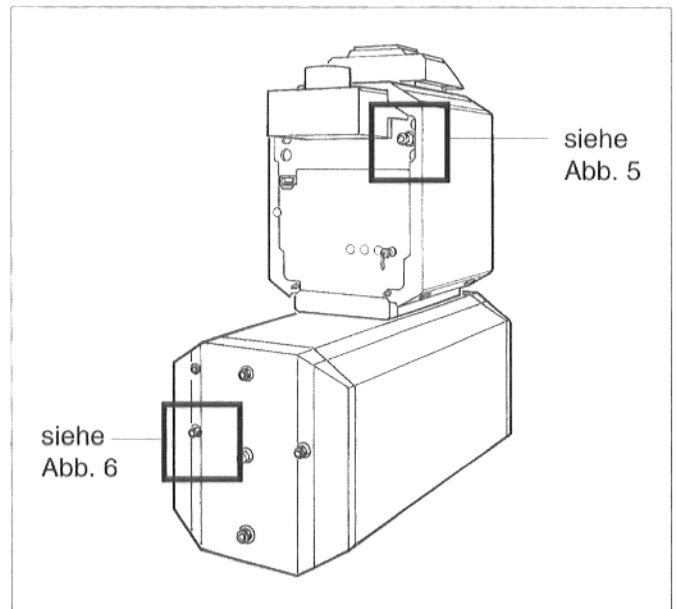

Abb. 4: Rückansicht vor Montage
- O-Ring in die Nut des Doppelnippels einlegen und Doppelnippel in den Speicherrücklauf am Kessel einschrauben (Abb. 4 und 5).
- Flachdichtung in die Überwurfmutter eines Winkels einlegen und Winkel mit dem Doppelnippel verschrauben (Abb. 4 und 5).
- Flachdichtung in die Überwurfmutter eines kurzen geraden Rohres einlegen und Rohr am Winkel anschrauben (Abb. 4 und 5).
- Flachdichtung auf einen Winkel mit Außengewinde legen und Winkel am Rohr festschrauben (Abb. 4 und 5).
- Flachdichtung in die Überwurfmutter des langen geraden Rohres einlegen und Rohr waagrecht am Winkel anschrauben (Abb. 4 und 5).
- Flachdichtung auf den zweiten Winkel mit Außengewinde legen und Winkel am waagerechten Rohr festschrauben (Abb. 4 und 6).
- Flachdichtung in die Überwurfmutter des kurzen gebogenen Rohres einlegen und Rohr am Winkel senkrecht anschrauben (Abb. 4 und 6).
- Flachdichtung in die zweite Überwurfmutter des senkrechten Rohres einlegen und Rohr am Speicherrücklauf festschrauben (Abb. 4 und 6).